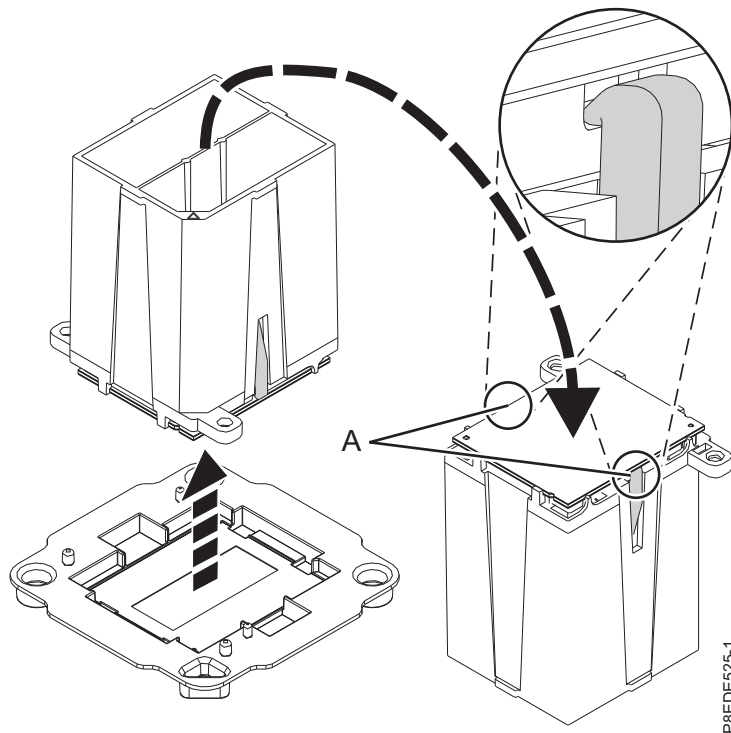

Figura 12. Preparando a instalação do módulo de processador do sistema
- b. Assegure-se de que ambos os mordentes (A) estejam prendendo firmemente o módulo de processador do sistema, conforme mostrado na Figura 12.